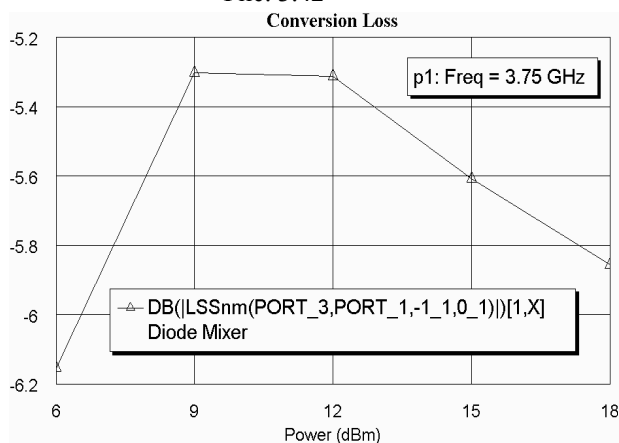

Рис. 3.43
- Щёлкните левой кнопкой мышки по значку **Analyze** на панели инструментов. Рассчитанный график показан на рис. 3.43.